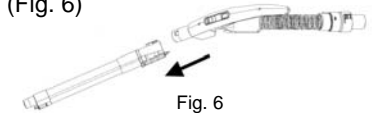

Fig. 6
1. Sostenga el extremo del tubo telescópico dentro del receptáculo que está en el mango de la manguera flexible. Empuje el tubo telescópico hacia adentro hasta que se trabé. (Fig. 6)